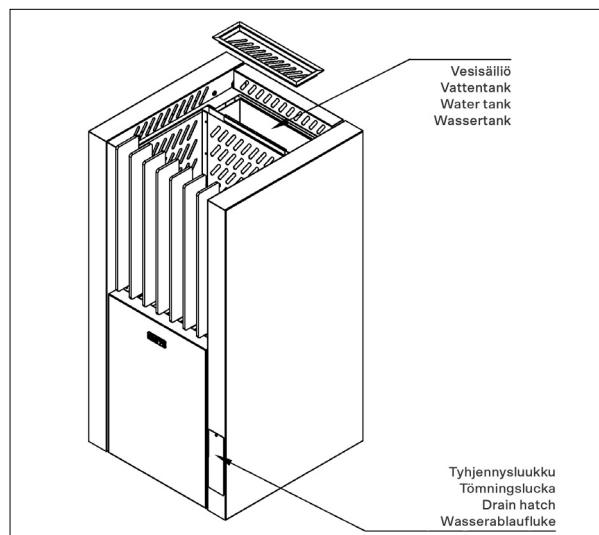

Figure 4. Steamer
- The water tank can be drained by opening the valve, placed behind the drain hatch. (Fig. 4)
- Der Wassertank kann durch Öffnen des Ventils hinter der Wasserablauf Luke entleert werden (Abb. 4).